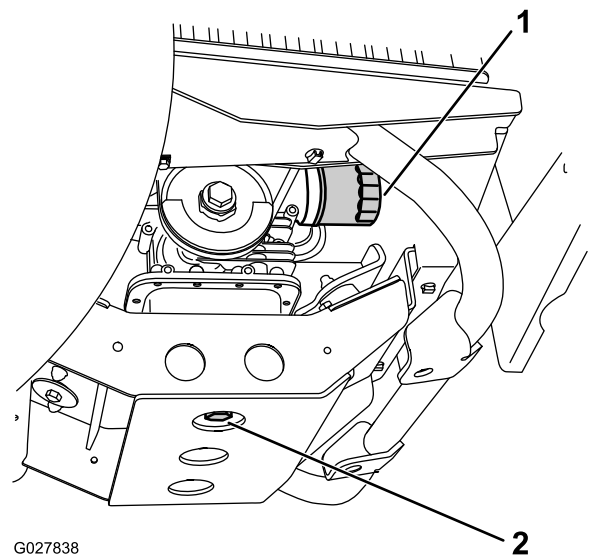

Figure 37
6. Enlevez le bouchon de vidange (Figure 37).
7. Remettez le bouchon de vidange et le joint (Figure 37), et serrez le bouchon à un couple de 45 à 53 N·m.
5. Placez un bac de vidange de 1,6 litre sous le bouchon de vidange (Figure 37).
2. Déposez le filtre à huile (Figure 37).
4. Vissez le filtre neuf sur l'adaptateur jusqu'à ce que le joint touche la plaque de montage, puis serrez-le encore de 1/2 à 3/4 de tour (Figure 37).